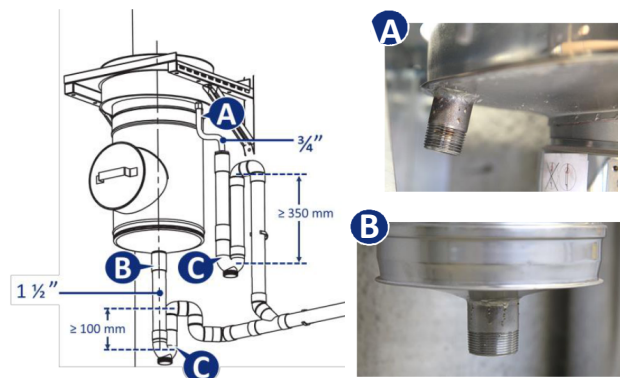

Figure 4
5. Contrôlez les siphons externes (A et B) de la Figure 4 et enlevez la saleté éventuelle.